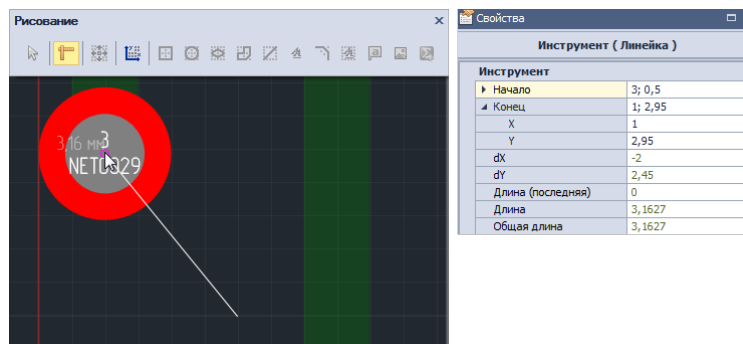

Рис. 406 Выбор и фиксация точки, до которой необходимо измерить расстояние
3. Переместите курсор в точку, до которой необходимо измерить расстояние или введите координаты в панели «Свойства» → поле «Инструменты» → пункт «Конец», см. Рис. 406.